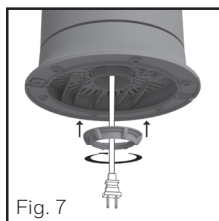

Fig. 7
- Prenez l'écrou de verrouillage et passez le cordon d'alimentation à travers l'écrou de verrouillage et montez l'écrou vers le haut du cordon (Fig.7). Fixez l'écrou de verrouillage au boîtier du ventilateur en le tournant dans le sens des aiguilles d'une montre jusqu'à ce qu'il soit bien serré.